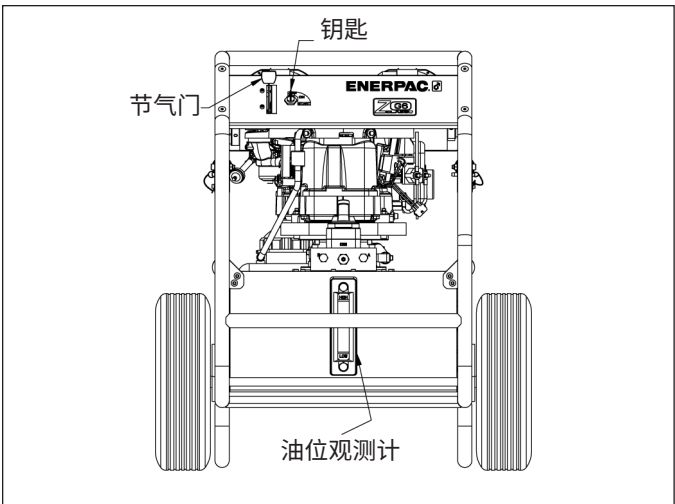

图 6
- c. 将节气门降低到最高性能档位。节气门可以降低到档位以下来使发动机怠速运转。（见图 6）